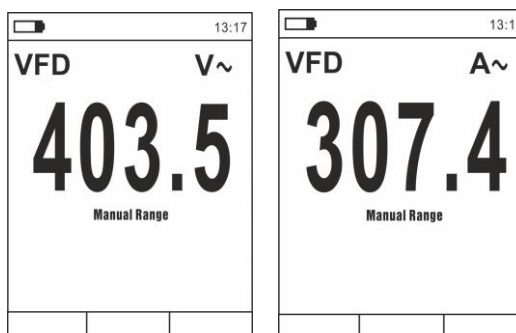

Fig. 11 Beschreibung der Messung von AC-Spannung oder Strom im VFD Modus
3. Drücken Sie die Taste **MODE/VFD** (>2s) auswählen „VFD“ Modus (siehe Fig. 11)